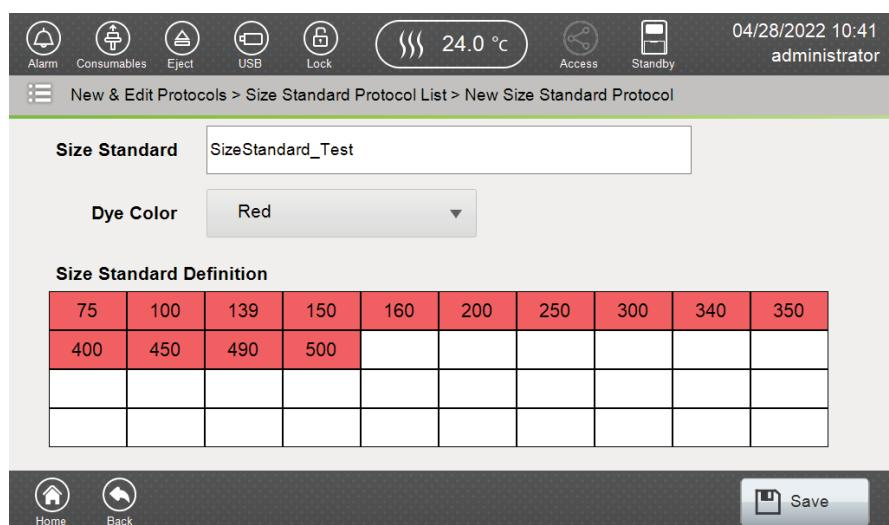

図 139 Size Standard Definition
6. New Size Standard Protocol 画面に表示されるスタンダードのサイズを確認し、Save を選びます。 (図 139)